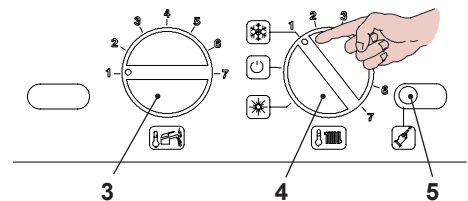
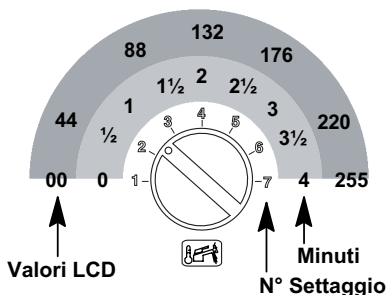

Fig. 5.69
Fig. 5.73
- Prima di alimentare elettricamente la caldaia posizionare le manopole 3 e 4 come indicato in Fig. 5.69.
- Per settare il tempo di postcircolazione della pompa bisogna entrare nella programmazione premendo per 15 secondi il pulsante di ripristino **5**, in Fig. 5.69 fino alla comparsa del parametro **P01** sul display LCD; sul display LCD compare la seguente visualizzazione (la sequenza **P01** si alterna ---).
- Premere il pulsante di ripristino **5** in Fig. 5.69 per lo scorrimento dei vari parametri sino al raggiungimento del parametro **P11** valido per il settaggio postcircolazione della pompa; sul display LCD compare la seguente visualizzazione (la sequenza **P11** si alterna **44**).
- Per cambiare il settaggio ruotare la manopola di regolazione temperatura sanitari **3** in Fig. 5.69 e posizionarla sul tempo prescelto Fig. 5.73.
- Il passo del settaggio della manopola **3** Fig. 5.73 corrisponde a un valore letto sul display LCD di circa **44** (40 secondi) e questo valore può essere variato fino a circa **255** (4 minuti); nell'LCD la sequenza **P11** si alterna con **60**.